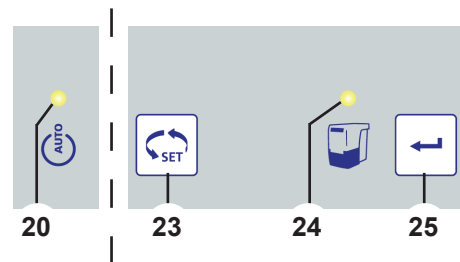

Fig. 8
- ◆ Anzeige Staubschublade (24) erlischt.
**Wird die Staubschublade nicht geleert, leuchtet die Anzeige der Staubschublade (24, Abb. 8) weiterhin. Nach dem Aus- / Einschalten des Gerätes wird durch einen 3-maligen Signalton erneut auf das Entleeren der Staubschublade hingewiesen.**